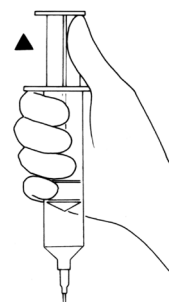

Figura 4-4a. Aspirar ar
5. Aspire quaisquer vestígios de ar que permaneçam no manguito até sentir uma ligeira resistência no êmbolo. (**Figura 4-4a**)